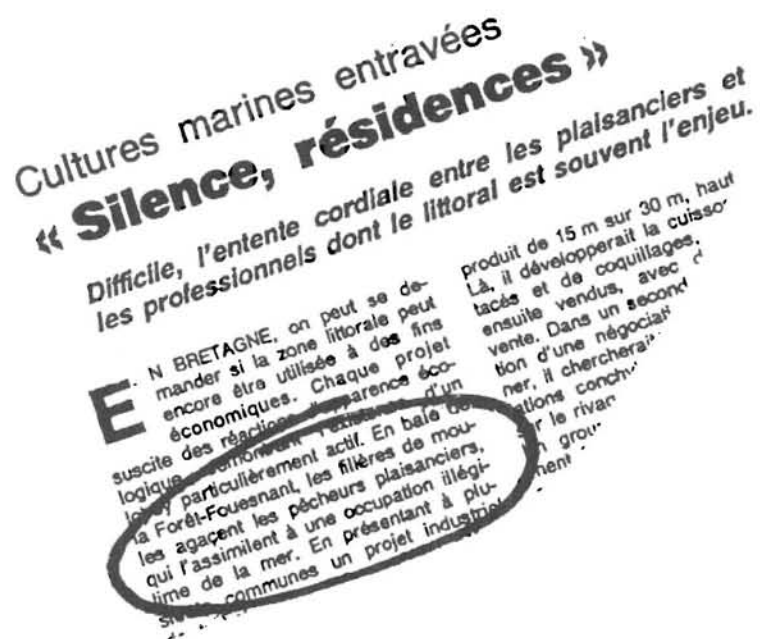

Figure 28 - Des oppositions de tout genre...
- Les filières peuvent gêner certaines activités : voile, pêche amateur... (Figure 28)